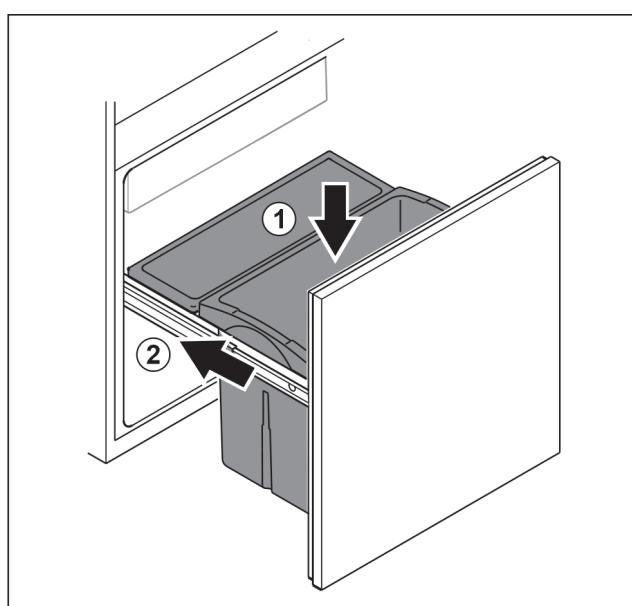

Fig. 101
- Introduceți sertarul de sus. Fig. 101 (1)
- Inserați căruciorul de extragere. Fig. 101 (2)